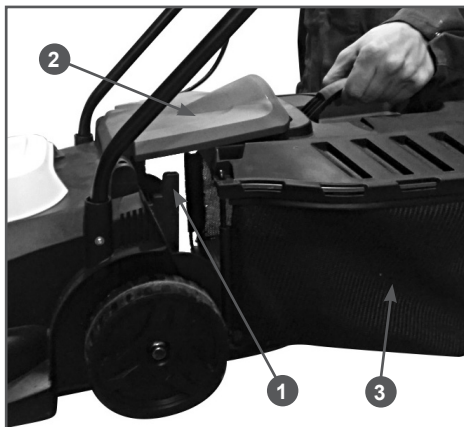

Рис. 8 Установка травосборника
7. Поднимите заднюю крышку деки 2 и установите травосборник 3 на специальные выступы 1 на корпусе газонокосилки, как показано на Рис. 8.